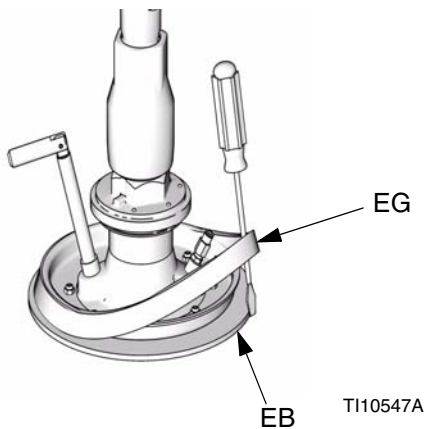

FIG. 13: Instalación del separador
2. *Trabajando desde arriba*, utilice un destornillador para colocar el separador (EG) entre el borde y los rascadores (EB). Vea la FIG. 13.